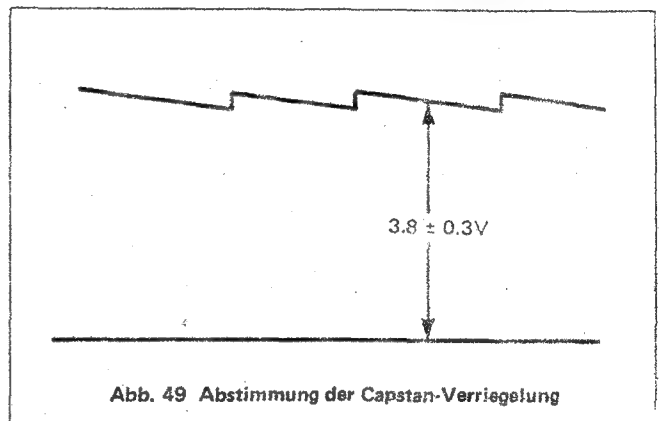

Abb. 49 Abstimmung der Capstan-Verriegelung
- 3) Wellenform mit einem Oszilloskop (GND an TP-741) messen und R774C (Capstan-Verriegelung) so abstimmen, daß die Bedingungen in Abb. 49 erzielt werden können.